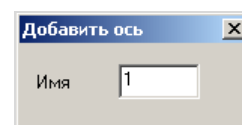

Рис.1.3.7. Окно диалога **Добавить ось**
- В открывшемся окне диалога **Добавить ось** (рис.1.3.7) задайте: